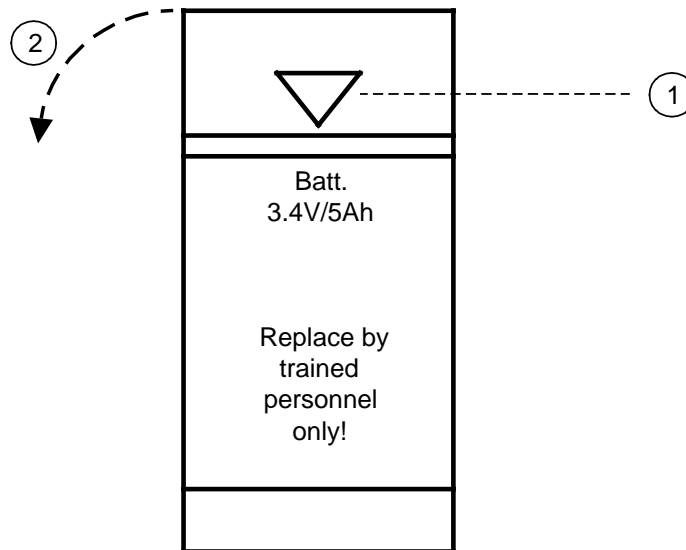

Bild B.1 Öffnen des Batteriefaches
1. Tür zum Batteriefach öffnen ( Bild B.1)
1. Tür öffnen ( Bild B.1)